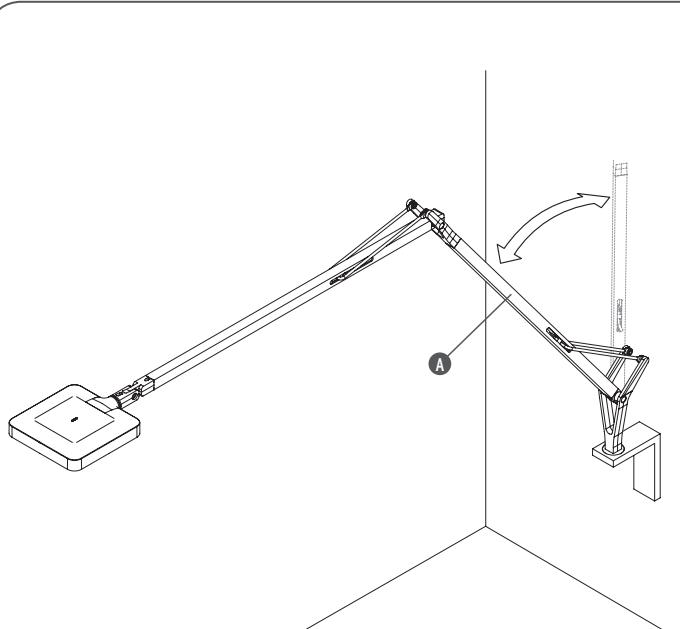

Fig. 1
<IT> Fig.1 L'applicazione del blocco di fine corsa è opzionale ed è da effettuarsi qualora si voglia limitare il movimento del braccio (A) dell'apparecchio all'angolo mostrato in figura per evitare che l'apparecchio possa urtare accidentalmente la parete durante la movimentazione.
<EN> Fig.1 The limit switch block application is optional and to be inserted if we want to limit the movement of the arm (A) of the device to the angle shown in the figure to avoid the device accidentally hitting the wall during movement.
<DE> Abb.1 Das Anbringen des Endanschlags ist fakultativ und durchzuführen, wenn man die Bewegung des Leuchtenarms (A) auf den in der Abbildung gezeigten Winkel begrenzen will, um zu vermeiden, dass die Leuchte während der Bewegung unabsichtlich gegen die Wand stößt.
<FR> Fig.1 Le blocage de fin de course est optionnel et doit être installé si l'on souhaite limiter le mouvement du bras (A) de l'appareil au niveau de l'angle indiqué sur le schéma, afin d'éviter que l'appareil ne vienne buter sur le mur pendant qu'on le manipule.
<PT> Fig.1 A aplicação do bloqueio fim de percurso é opcional e deve ser realizada sempre que se pretenda limitar o movimento do braço (A) do aparelho ao ângulo ilustrado na figura, para evitar que o aparelho possa bater accidentalmente na parede durante a movimentação.
<RUS> Рис.1 Применение механизма ограничения хода не обязательно и должно быть в случае, если Вы хотите ограничить ход плеча (A) устройства на угол, показанный на рисунке, во избежание случайных ударов устройства о стену во время движения.
<JP> 図.1 リミットスイッチブロックアプリケーションはオプショナルであり、図で示されているように、動いている最中の器具が不意に壁にぶつかることを避けるために角度のついた器具のアーム(A)の動きに制限を与えた時に使用します。